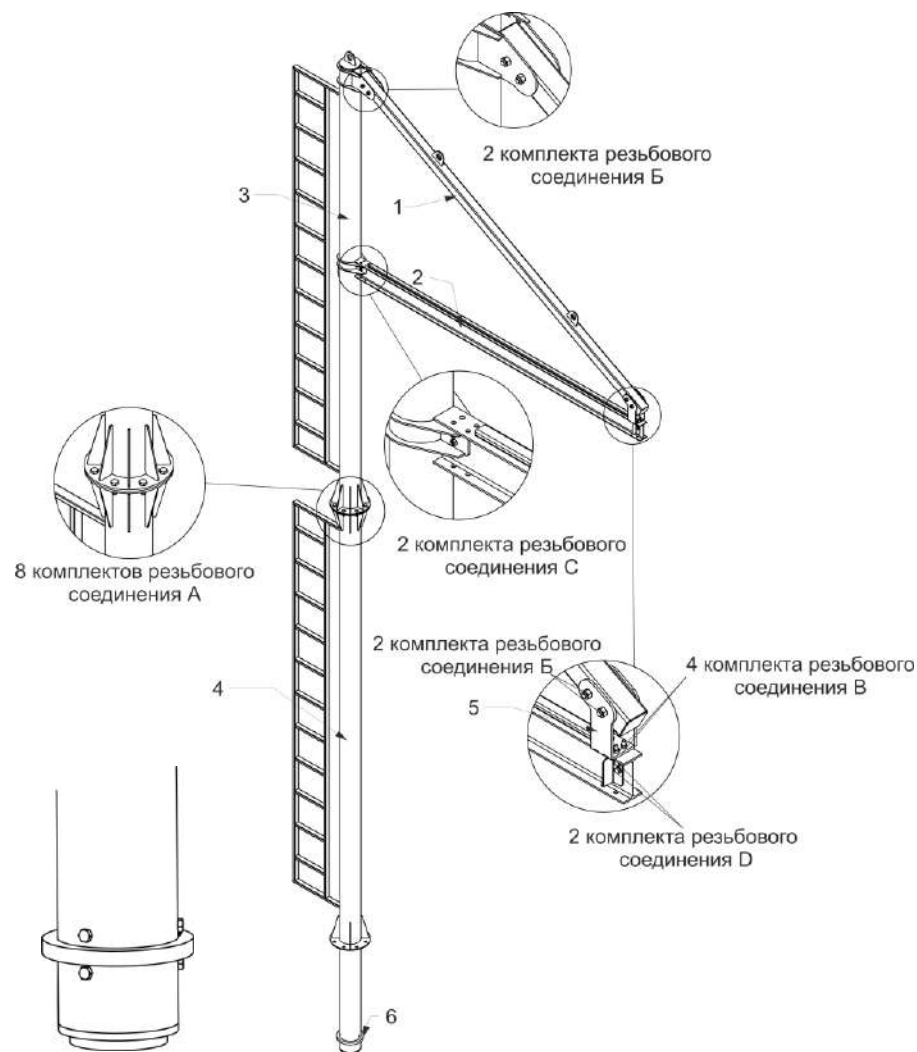

Рисунок 1.
- Надеть на нижнюю часть стойки Подшипник радиальный поз. 6 и зафиксировать его положение шестью болтами М12х35 (рис. 1);